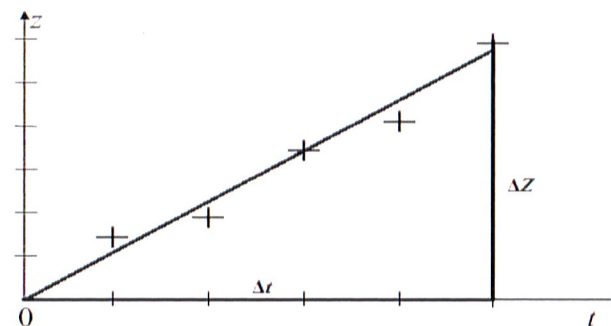

Рис. 5. График зависимости величины $z = \ln \frac{U_{m0}}{U_{mk}}$ от времени t
4. Из формулы (14) следует, что угловой коэффициент построенных прямых $\frac{\Delta z}{\Delta t}$ равен коэффициенту затухания α (рис. 5). Найти для каждой прямой величину α графическим способом. По формуле $\tau = 1/\alpha$ вычислить время релаксации τ , за которое амплитуда колебаний убывает в e раз. Записать эти значения в табл. 4. Другой способ определения α изложен ниже, в п. 13. Использовать его по указанию преподавателя.